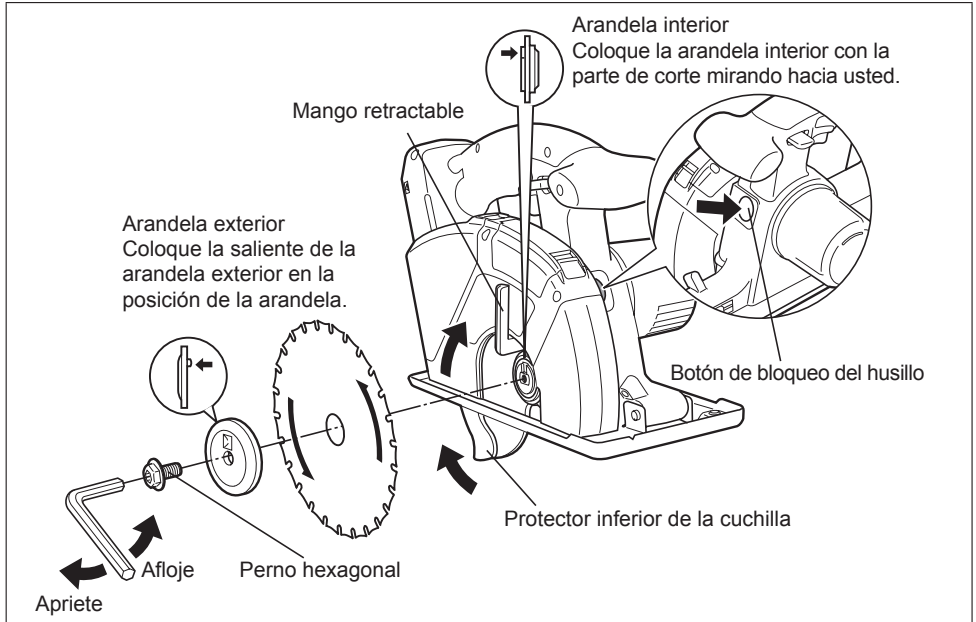

Fig.4
2. ¿Está la cuchilla instalada adecuadamente? Cerciórese de que el perno hexagonal esté apretado con seguridad. [Fig.4]
4. Instale la cuchilla como se indica. [Fig.4] Asegúrese que la dirección en la cuchilla y la flecha de dirección en el protector transparente apunten en la misma dirección.